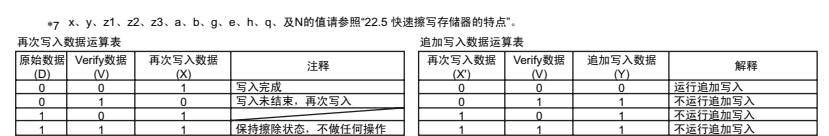

图 16.9 程序 / 程序验证流程图
快速擦写存储器按照如图 16.9 所示的程序 / 程序验证流程进行快速擦写存储器的数据和程序写入。按照此流程进行编程操作可以使数据或程序的写入不受芯片电压的影响和保证数据的可靠性。
3. 在 RAM 中请确保写入数据区域、改写数据区域、追加写入数据区域均为 128 字节。请按照图 16.9 进行改写数据和追加数据的计算。
5. P 位置 1 的时间为写入时间。写入时间请参考图 16.9。
8. 对于同一位地址进行程序 / 程序验证的重复次数请不要超过 (N) 次。